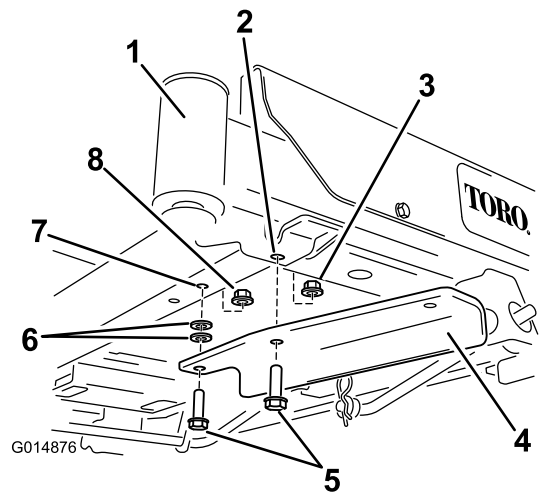

Bild 6
- Befestigen Sie an Maschinen ohne Hubpedal die Halterung mit zwei Schrauben ($\frac{3}{8}$ " x $1\frac{1}{4}$ " $)$, zwei Scheiben und zwei Sicherungsmuttern ($\frac{3}{8}$ " (**Bild 6**).